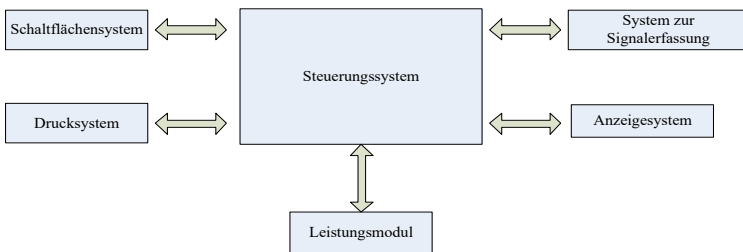

Abbildung 4-1 Blockschaltbild der Steuereinheit
(2) Das Prinzip-Blockdiagramm ist in Abbildung 4-1 dargestellt.